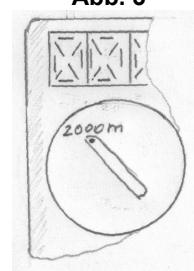

Abb. 4
- 2  Besorgen Sie sich bitte für das Messgerät eine 9V Batterie, da es ohne Batterien geliefert wird. Messgerät **im Bereich 2000mV** (bzw. 2000m) einschalten. (Abb. 4).